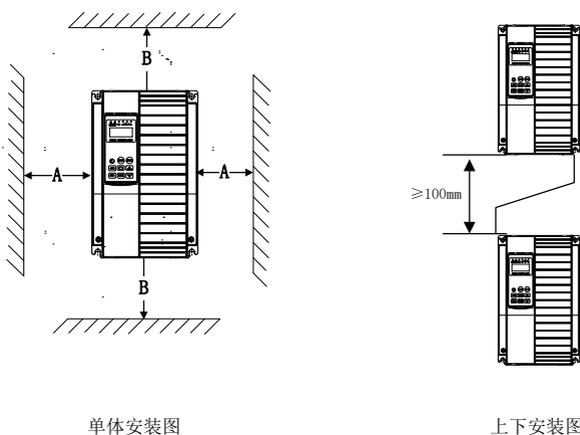

图 3-1 EV280 安装示意图
- 1) 请垂直安装变频器，便于热量向上散发。但不能倒置。若柜内有较多变频器时，最好是并排安装。在需要上下安装の場合，请参考图 3-1 的示意，安装隔热导流板。
- 2) 安装空间遵照图 3-1 所示，保证变频器的散热空间。但布置时请考虑柜内其它器件的散热情况。